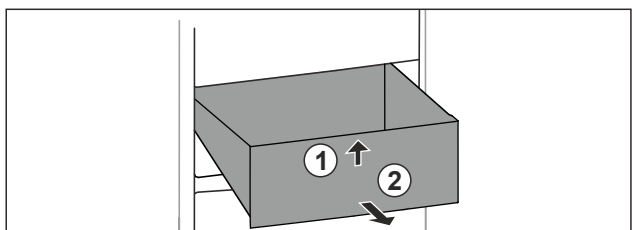

Fig. 25
- ▶ Приподнимите выдвижной ящик спереди. Fig. 25 (1)
- ▶ Извлеките выдвижной ящик движением вперед. Fig. 25 (2)